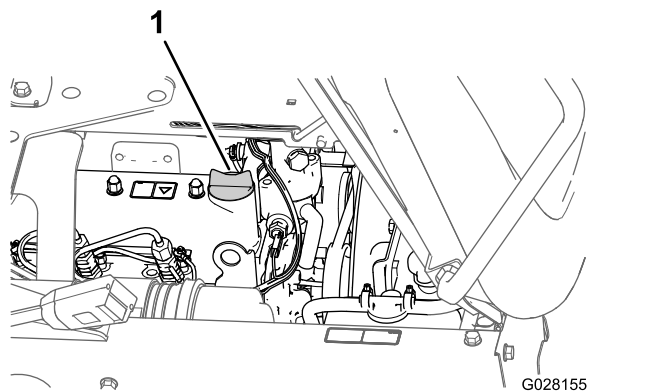

Bild 73
5. Nehmen Sie den Öfülldeckel vom Füllstutzen an der Ventilabdeckung des Motors ab und gießen Sie ungefähr 80 % der angegebenen Ölmenge langsam in den Füllstutzen (Bild 73).
8. Setzen Sie den Ölfülldeckel auf den Füllstutzen (Bild 73).